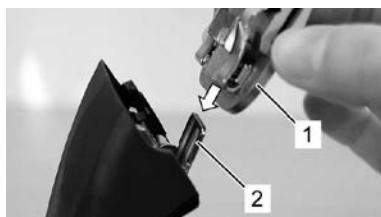

Fig. 15
6. Sätt klipphuvudet på svängarmen och vik den över den påslagna klippan med lätt tryck (Fig. 15, 16, 17).